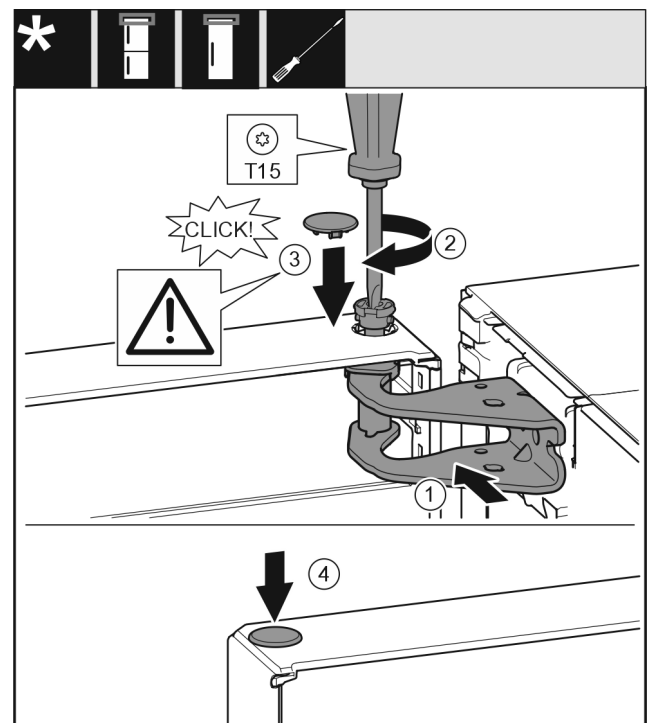

Fig. 21
- ▶ Tür oben zur Öffnung im Lagerbock Fig. 21 (1) ausrichten.
- ▶ Bolzen Fig. 21 (2) einsetzen und mit Schraubendreher festschrauben.
- ▶ Abdeckung Fig. 21 (3) einsetzen.
- ▶ Kontrollieren, dass die Abdeckung Fig. 21 (3) auf der Tür aufliegt.
- ▶ Abdeckung Fig. 21 (4) einsetzen.